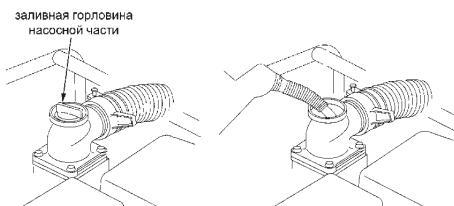

рис.3
2.4 Заполнение насоса водой см. рис.3
Открыть пробку заливной горловины насоса; заполнить насос, используя вспомогательную ёмкость, как показано на рис.3.